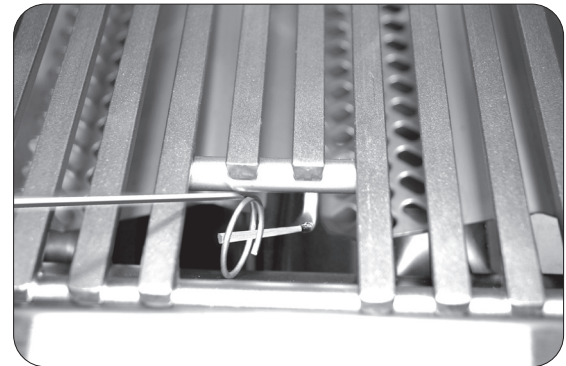

Fig. 32-2 - Éclairage manuel
2. Insérez soit un allumeur au butane brûlant à long canon, soit un allumeur à longue tige brûlante dans l'ouverture de la grille de cuisson vers le haut du brûleur (Fig. 32-2). Pour les backburners, maintenez la flamme contre la surface du backburner.
4. Si le brûleur ne se allume pas dans les **cinq (5) secondes** de tourner le bouton de commande, enfoncez immédiatement le bouton et tournez la valve à **AU LOIN**. **ATTENDEZ CINQ (5) MINUTES** avant de répéter les étapes 2 à 4 des instructions manuelles d'éclairage.